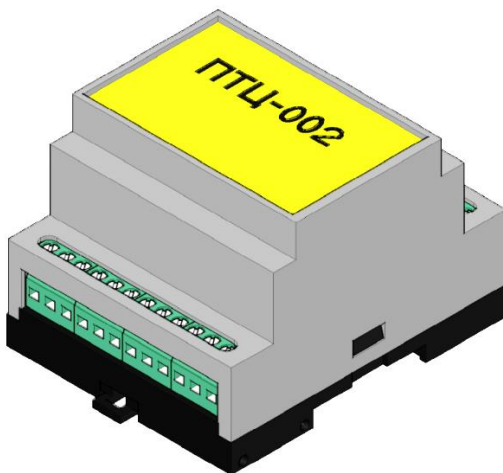

Рис.1 Преобразователь ПТЦ
- 5.1. На рис. 1 изображен внешний вид преобразователя